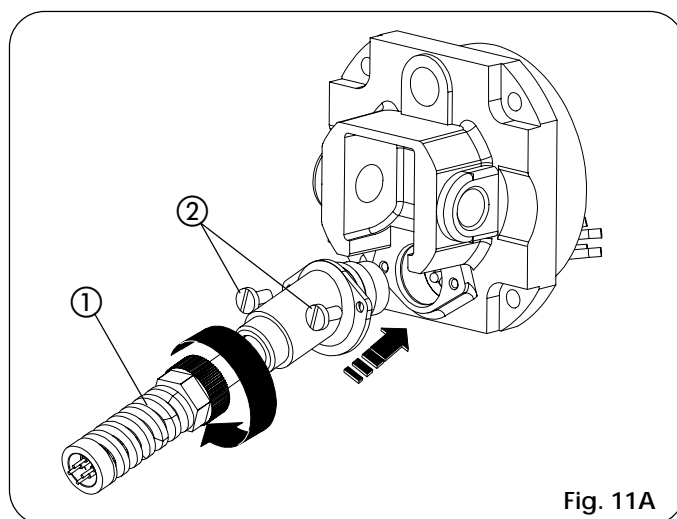

Fig. 11A
- A) Inserire i due distanziali antivibranti ② nella flangia anteriore.
- B) Introdurre il carter premendolo con forza nel coperchio posteriore ①.
- C) Fissare il carter con la vite autofilettante ③.
- D) Inserire il coperchio anteriore ⑤ sul carter e bloccare con il tappo FIX ④.
12) Montare il salvapiaga cavo elettrico (rif. ①, Fig. 11A).
- Collegare il cavo d'alimentazione dell'operatore (Fig. 11A).
- Avvitare le viti (rif. ②, Fig. 11A).